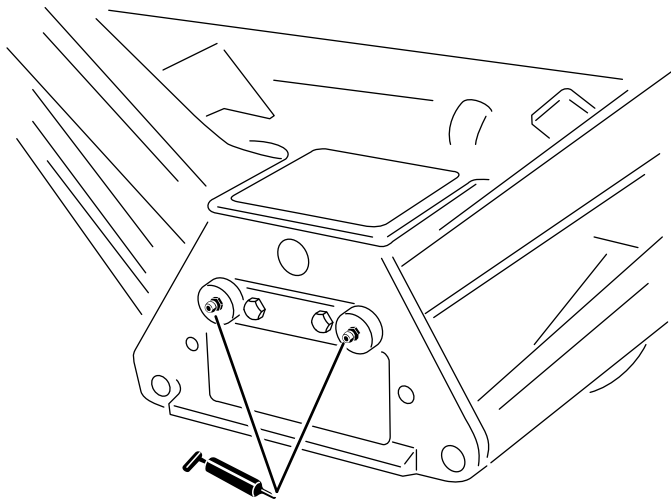

Figura 25
- Bracci di sollevamento (5) (Figura 25)